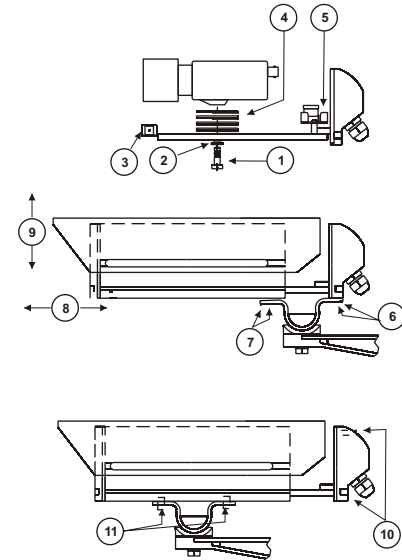

Рис.1
- 1.1. Снимите солнцезащитный козырек (рис.1- 9).
- 1.2. Отверните три винта (K16/3) или пять винтов (K16/2) крепления задней крышки к корпусу (рис.1- 10).
- 1.3. Снимите корпус (рис.1- 8).
- 2.1. Установите ТВ камеру с объективом на шасси, используя винт 1/4" необходимой длины (рис.1- 1), изоляционную шайбу (рис.1- 2) и установочные прокладки (рис.1- 4).
*ТВ камера, объектив и провода не должны касаться нагревателя (рис.1- 3)!*
- 2.2. Подключите ТВ камеру с помощью клеммных соединений (рис.1- 5) согласно маркировке.
- 3.1. Привинтите скобу шарнира к задней крышке двумя винтами М6\*10 (рис.1- 6) .
- 3.2. Наденьте корпус на шасси (рис.1- 8).
- 3.3. Закрутите три винта М4\*12 (K16/3) или пять винтов М4\*12 (K16/2) (рис.1- 10) крепления задней крышки к корпусу. *Не прилагайте чрезмерных усилий! Прокладка не должна быть сильно деформирована!*
- 3.4. Привинтите скобу шарнира к корпусу двумя болтами М6\*10 (рис.1- 7), используя гайки, размещенные в пазах корпуса.
- 3.5. Если не предполагается разборка кожуха на объекте, возможно крепление скобы кронштейна на корпус с использованием 4-х гаек (рис.1- 11), размещенных в пазах корпуса.
- 4.6. Наденьте солнцезащитный козырек (рис.1- 9).